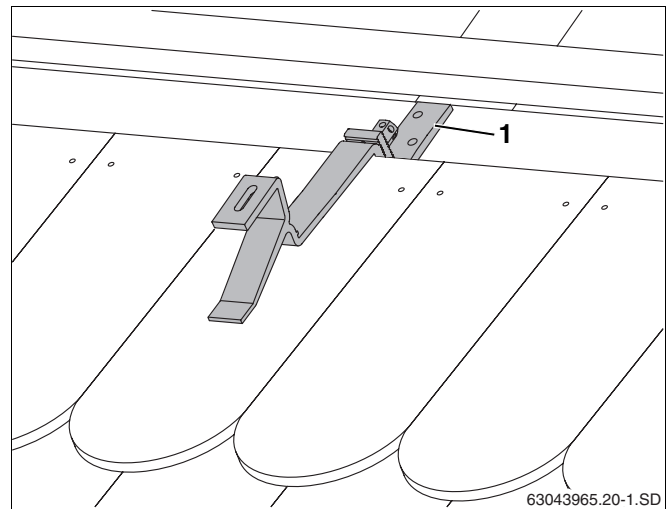

Рис. 18 Установленный кровельный крюк
- Нижнюю часть кровельного крюка сдвинуть вниз настолько, чтобы он прилегал к стропилам или доске/брусу (рис. 18, поз. 1).